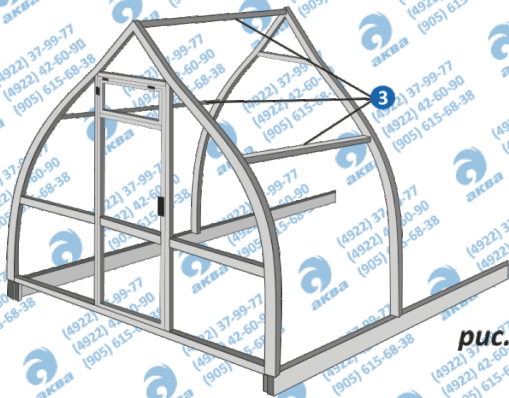

рис. 4
5. Крепим цельносварной торец (поз. 4) и проходную дугу (поз. 5) соединителями (поз. 3), как показано на рис. 4.